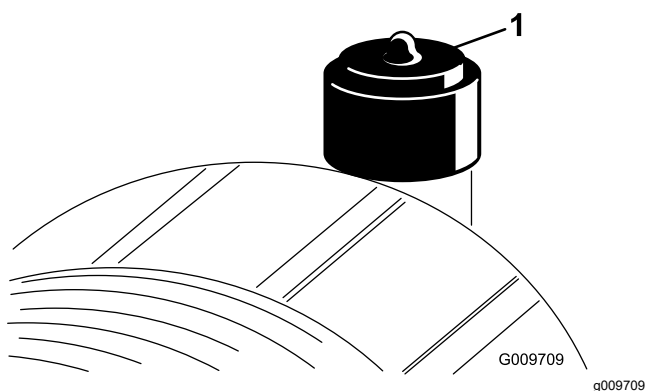

Figura 69
Revise el filtro del limpiador de aire únicamente cuando el indicador de mantenimiento (Figura 69) lo requiera. El cambiar el filtro antes de que sea necesario sólo aumenta la posibilidad de que entre suciedad en el motor al retirar el filtro.
6. Reinicie el indicador (Figura 69) si se ve rojo.